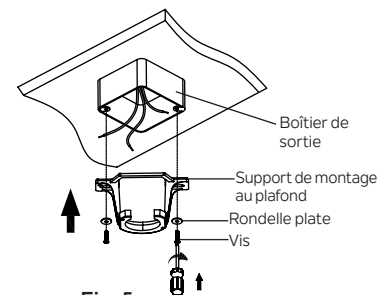

Fig. 5
**Étape 1.** Avant de fixer le ventilateur au boîtier de sortie (non incluse), assurez-vous que le boîtier de sortie est solidement fixé à au moins deux points à un élément du plafond structurel (un boîtier desserré fera vaciller le ventilateur). Faites passer les fils d'alimentation de 120 volts du boîtier de sortie au plafond par le centre du support de montage au plafond. Installez le support de montage sur le boîtier de sortie au plafond à l'aide des vis et rondelles fournies avec le boîtier de sortie. (Fig. 5)